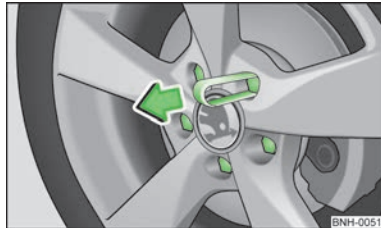

Abb. 108
- Die Kunststoffklammer so weit auf die Abdeckkappe schieben, bis die inneren Rasten der Klammer am Bund der Abdeckkappe anliegen, und die Abdeckkappe abziehen » Abb. 108.